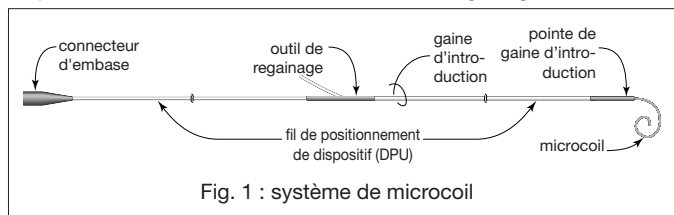

Fig. 1 : système de microcoil
- Comme illustré à la figure 1, le système de microcoil est constitué d'un microcoil d'embolisation fixé à un fil de positionnement de dispositif (DPU). Il est recouvert d'une gaine d'introduction. Le microcoil peut être de forme complexe ou hélicoïdale. Le fil DPU est un système de poussée de rigidité variable muni d'un repère radio-opaque à trois (3) cm de son extrémité distale. Le système de gaine d'introduction comporte trois composants principaux : une pointe d'introducteur, un corps d'introducteur translucide et un outil de regainage.